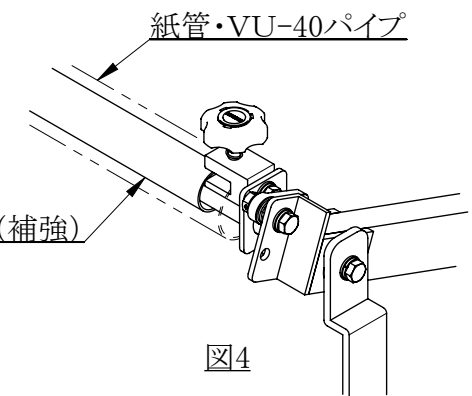

図4
- ・長尺物や重いシートを巻き取る時は、紙管や塩ビパイプがたわむ場合があります。図4の様に②で用意したφ31.8直管パイプをインナーパイプとして入れて補強してください。